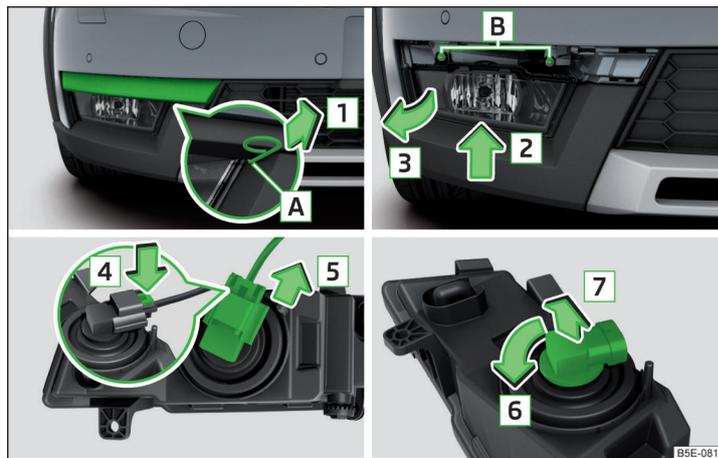

Abb. 352 Nebelscheinwerfer herausnehmen / Glühlampe wechseln - Variante 2
- › In die Öffnung **A** » Abb. 352 den Bügel zum Abziehen der Radvollblenden einführen.
- › Den Nebelscheinwerfer entgegen der Pfeilrichtung **3** » Abb. 352 einsetzen und festschrauben.